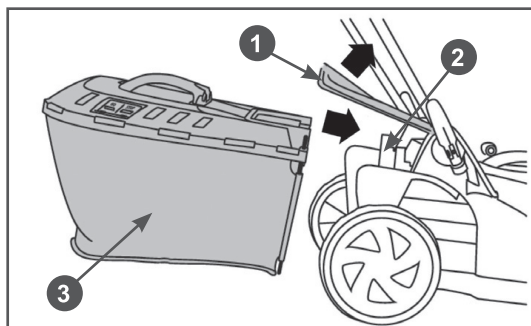

Рис. 7 Установка травосборника
7. Поднимите заднюю крышку деки 1 и установите травосборник 3 на специальные выступы 2 на корпусе газонокосилки, как показано на (Рис. 7.)